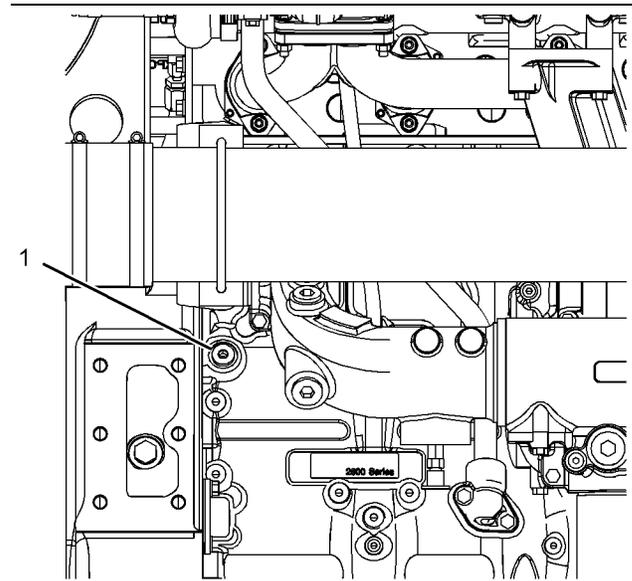

Ilustración 20
Quite el tapón que se muestra en la ilustración 20 para establecer la conexión con el sistema de lubricación del motor. La conexión que se requiere es 9/16" x 18 tpi. Asegúrese de que se use la especificación de aceite correcta. Para obtener más información, consulte Manual de Operación y Mantenimiento, Recomendaciones de fluidos. Una vez que se hayan lubricado las superficies internas del motor, quite el conector e instale el tapón (1). Apriete el tapón a un par de 30 N·m (265 lb in). Perkins recomienda que el procedimiento se realice a una temperatura ambiente mínima de 10° C (50° F).